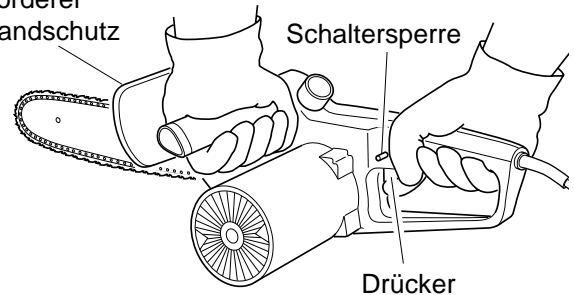

Abb.9 - Vorderer Handschutz, Schaltersperre und Drücker
3. Die Säge mit beiden Händen halten. Stets den vorderen Griff mit der linken Hand und den hinteren Griff mit der rechten Hand halten. Die Säge gut festhalten. Daumen und Finger müssen die Handgriffe der Säge umschließen (siehe Abb.9).
5. Wenn Sie zum Sägen bereit sind, die Schaltersperre mit dem rechten Daumen drücken und den Drücker betätigen (siehe Abb.9). Dadurch wird die Säge eingeschaltet. Durch Loslassen des Drückers schaltet sich die Säge aus. Vor Beginn der Sägearbeit muß die Säge ihre volle Geschwindigkeit erreicht haben.